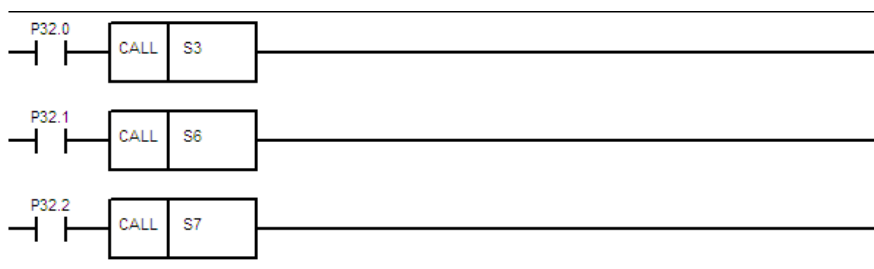

图 3.4.5 读 P 参数调子程序
- PARM010300~PARM010499 为用户参数，可由用户输入，对应配置 PLC 中的 P 变量。此参数在 PLC 中只能读不能写。如下图根据 P 参数来判断调用哪个子程序。如图 3.4.5。